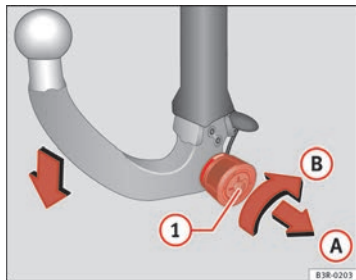
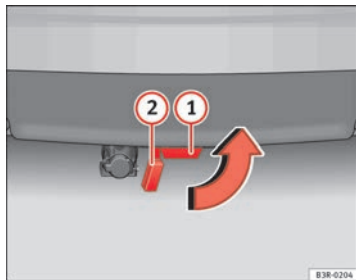

Abb. 161 Abnehmbare Anhängervorrichtung: Kugelstange abbauen
Abb. 162 Stoßfänger hinten: Verschlusspropfen einsetzen
- Stecken Sie den Schlüssel in das Schloss ① ⇒ Abb. 161 am Handrad.
- Halten Sie die Kugelstange fest und ziehen Sie das Handrad in Pfeilrichtung ① heraus.
- Drehen Sie das Handrad in gezogener Position bis zum Anschlag in Pfeilrichtung ②.
- Ziehen Sie die Kugelstange nach unten aus dem Aufnahmeschacht ① ⇒ Abb. 162 heraus. Dabei wird der Aufnahmeschacht durch die Verschlussklappe ② automatisch verschlossen.